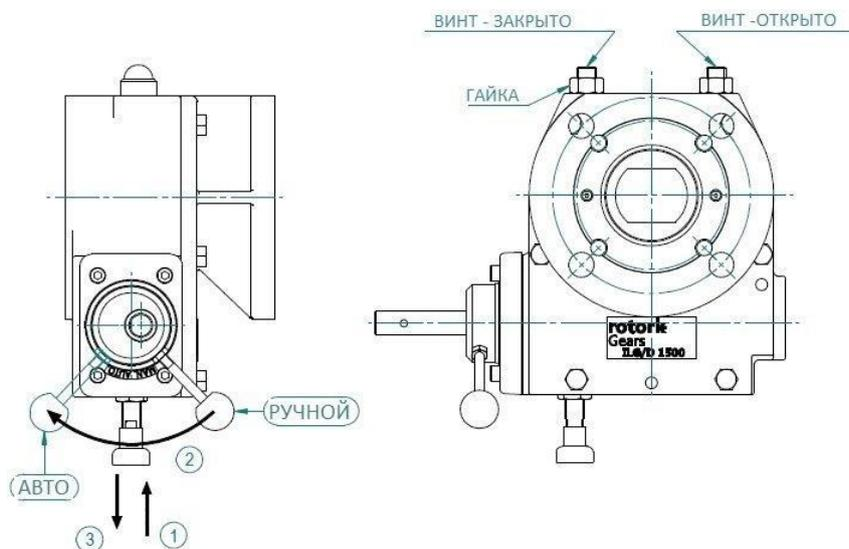

Рис.6: ILG/D регулировка стопорных болтов
2. Переведите редуктор-дублер в ручное управление вращением рычага на 90 градусов против часовой стрелки (см. «управление» и/или рисунок 6: 1 (потянуть) -> 2 повернуть рукоятку -> 3 ослабить втулку и убедиться, что она отсоединена.
3. Переведите арматуру в состояние «полностью закрыто» вращением штурвала по часовой стрелке. Если состояние «полностью закрыто» не достигается, ослабьте стопорный болт закрытия (см. рисунок 6). Продолжайте вращать штурвал до полного закрытия арматуры.
5. Откройте арматуру вращением штурвала против часовой стрелки. Если состояние «полностью открыто» не может быть достигнуто, ослабьте стопорный болт открытия (см. рисунок 6). Продолжайте вращение, пока арматура не будет полностью открыта.